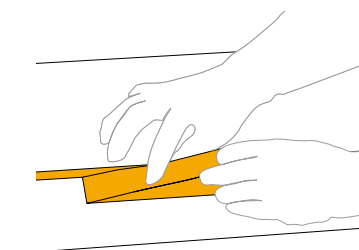
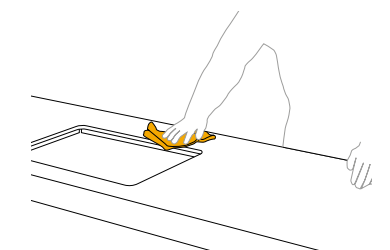

Abb.9
Abb.10
- Nach diesem Vorgang kann das gummierte Papier beseitigt werden (Abb. 9) und mit der Endreinigung der zusammengesetzten Platte fortgefahren werden (Abb. 10).